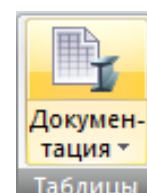

Рис. 139. Панель **Таблицы**
- **Таблицы** (рис.139) – вывод на экран численного представления результатов, а также запуск режимов для формирования отчета и пояснительной записки.